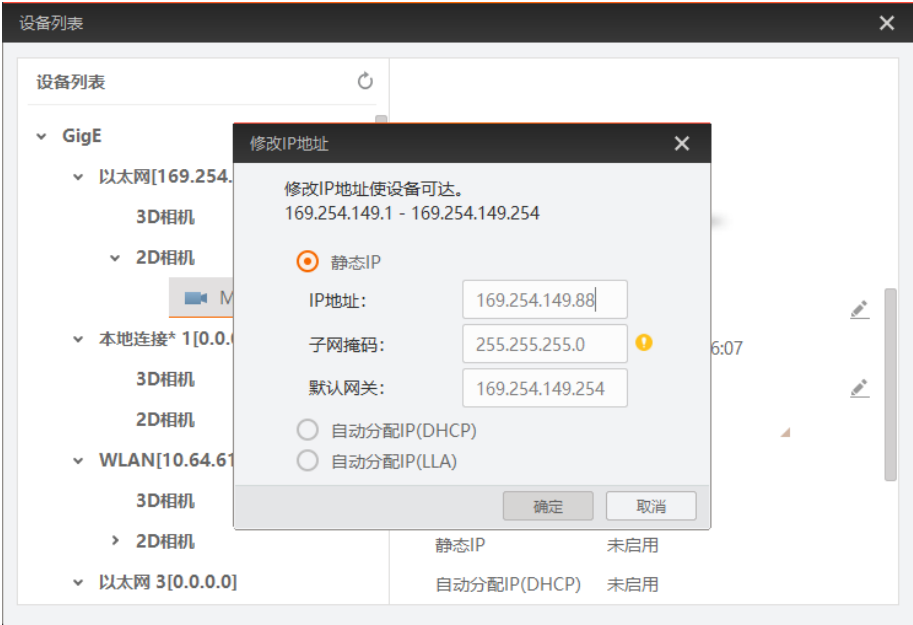

图2-7 设备 IP 配置
4. 设置设备的 IP 地址，使设备和 PC 的 IP 地址在同一网段，如图 2-7 所示。